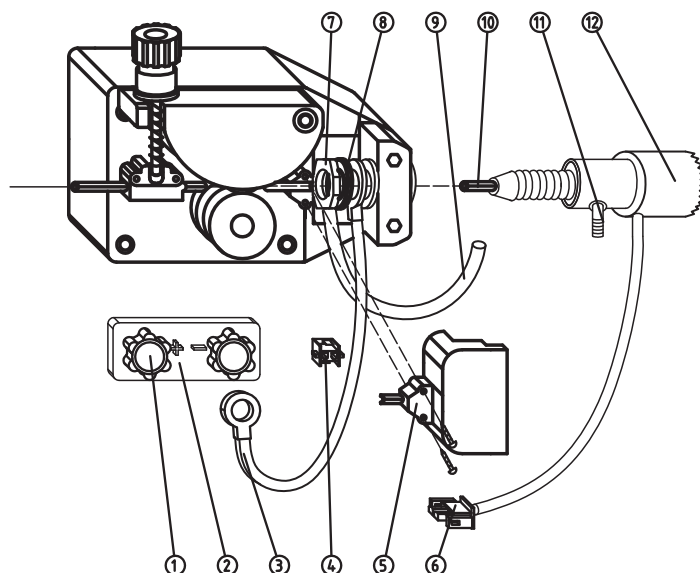

Fig. 4
- Inserire la torcia nella propria sede bloccare la torcia sul motorino del traina filo (con il dado in dotazione), prestando attenzione che l'entrata della "guaina guida filo" sia allineata con il canale tra i due rulli del traino. Per una maggiore comprensione seguono i disegni delle operazioni da eseguire per il montaggio corretto di una torcia con attacco separato (FIG.4). Collegare il tubo gas alla presa della torcia e fissare con una fascetta metallica. Unire i due connettori del pulsante torcia, alla fine coprire con l'apposito coperchietto (5).